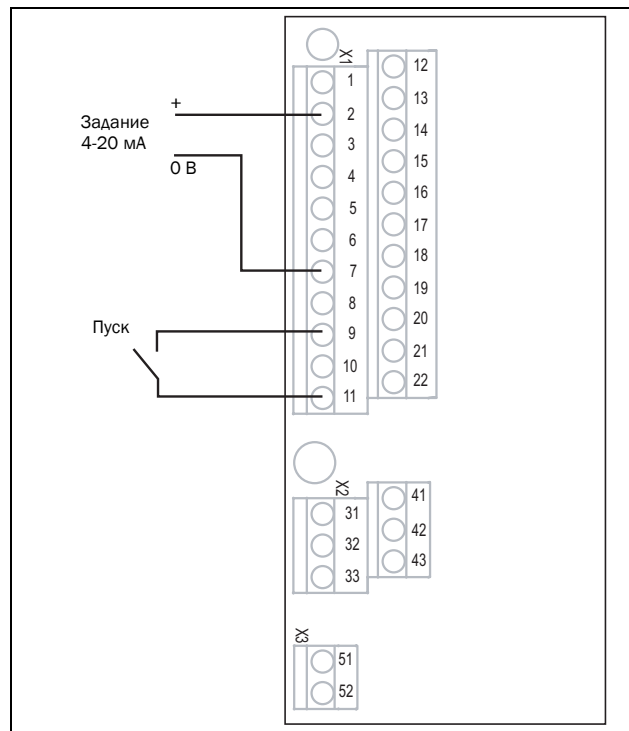

Рис. 54 Подключение
3. Подключите задание к клеммам 7 (Сигнальная земля) и 2 (АнВх 1) согласно Рис. 54 и заданию.
4. Подсоедините внешнюю кнопку запуска между клеммой 11 (+24 VDC) и 9 (ЦфВх2, Пуск вправо) согласно Рис. 54.
14. Подключите цифровые и аналоговые входы/выходы в соответствии с Рис. Рис. 54.